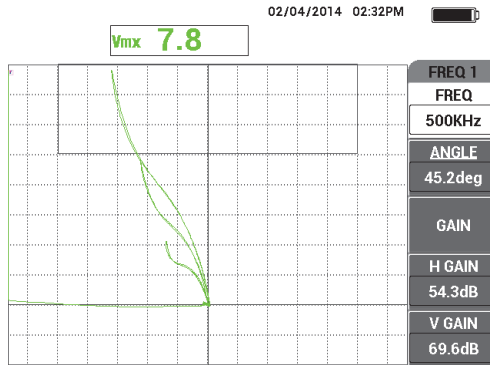

図 5-7 校正の最終チェック
9. フリーズキー (❄) を押して画面のフリーズを解除し、標準試験片にプローブを配置し、Aリフトバランスキー (⊕) を押し、試験片をスキャンして校正の最終チェックを行います (133 ページの図 5-7 を参照)。